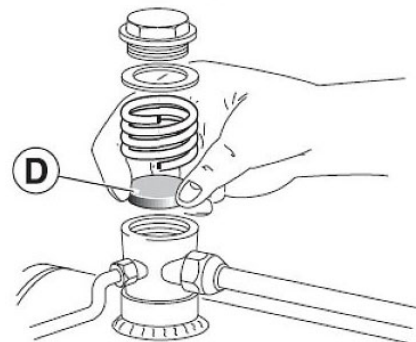

Abb.8-4: Rückschlagventil
- Überprüfen Sie das Rückschlagventil und wechseln Sie das Dichtungselement D (Abb. 8-4) gegebenenfalls aus.